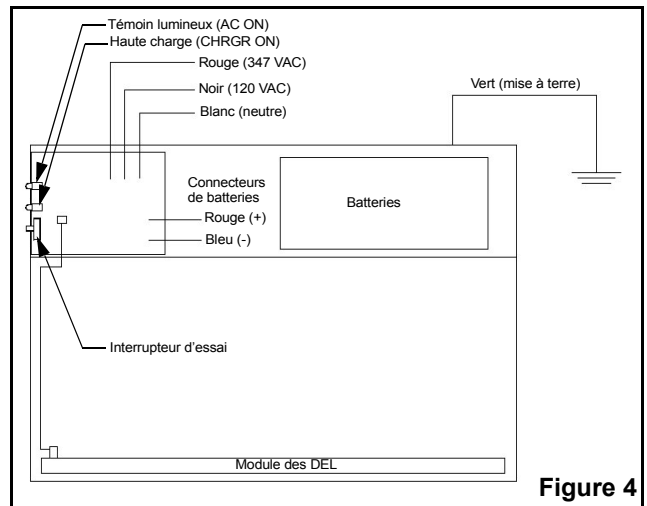

Figure 4
5. Effectuer les connexions nécessaires : cette unité accepte une tension de 120 et 347 Vca . **Pour opération à 120 Vca** : raccorder le fil noir au service de l'édifice (120 V) et le blanc au neutre. **Pour opération à 347 Vca** : raccorder le fil rouge au service de l'édifice (347 V) et le blanc au neutre (voir fig. 4). Pousser les fils dans la boîte de jonction. Certains modèles sont fournis avec des rallonges de fils pour faciliter le raccordement en montage mural. Utiliser le code de couleur de la figure 4 pour leur connexion.